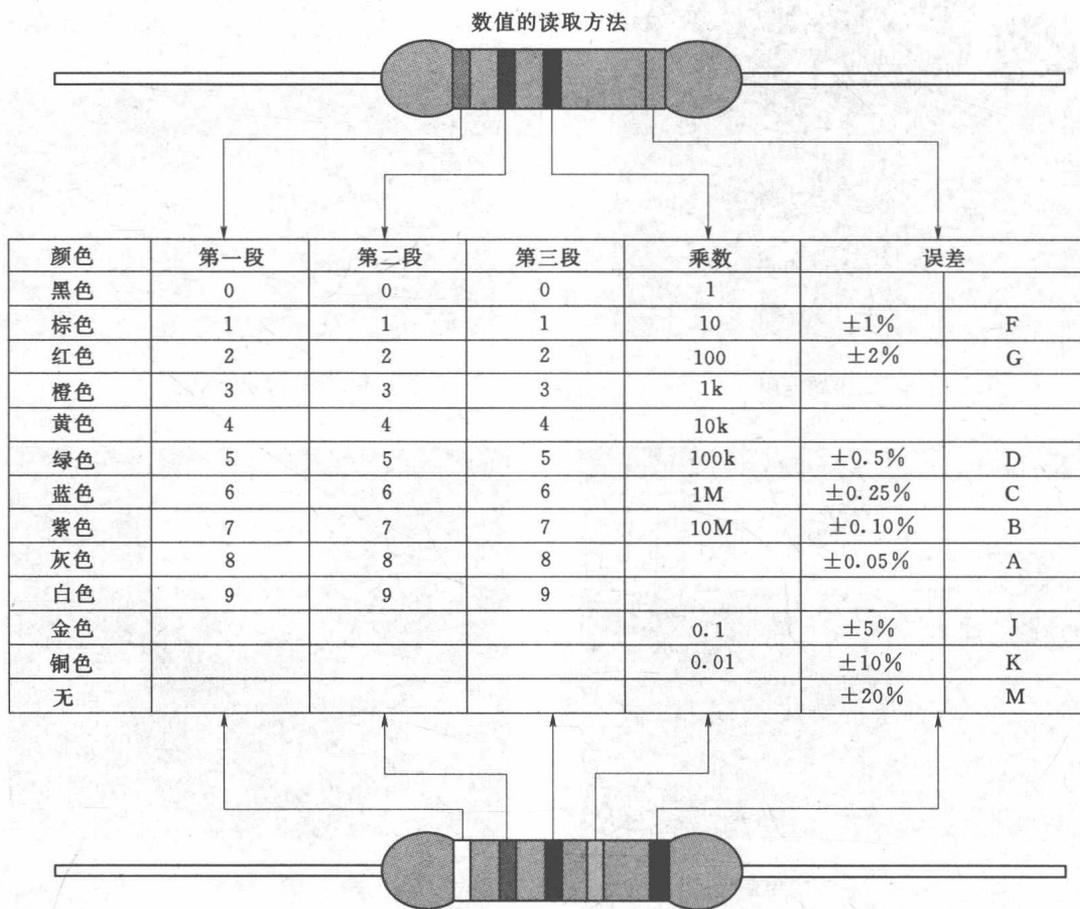

图 1.12 色环颜色所代表的数字或意义
(1) 直标法。如 $2.7\text{k}\Omega \pm 5\%$ 。
(2) 数标法。用三位数标识，左起两位给出电阻值的第一位、第二位数字，而第三位数字则表示在后加 0 的个数，单位是 Ω ，如 102K，即 $1\text{k}\Omega \pm 10\%$ （J 表示误差为 $\pm 5\%$ ，K 表示误差为 $\pm 10\%$ ，M 表示误差为 $\pm 20\%$ ）。
(3) 色环法。图 1.12 为色环颜色所代表的数字或意义。